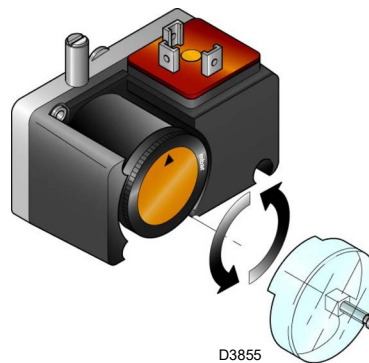

Fig. 34
- Regolare il pressostato per il controllo di tenuta (Kit PVP) (Fig. 34 a pag. 36), se presente, secondo le istruzioni a corredo del kit stesso.
Regolare il pressostato per il controllo di tenuta (kit PVP)(Fig. 34) secondo le istruzioni a corredo del kit stesso.